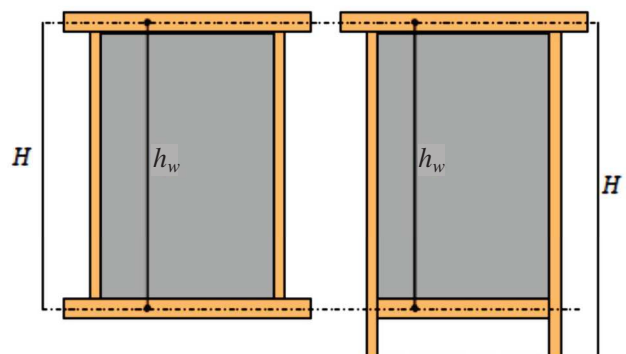

図 4.1.2 土壁の高さの規定
2. 高さの範囲は、横架材芯々（1 階の場合は土台芯一桁芯もしくは足固め芯一桁芯）間距離（図 4.1.2 の  $h_w$  に相当）で 2000mm～3900mm とする。高さによるせん断応力度の補正は行わない。